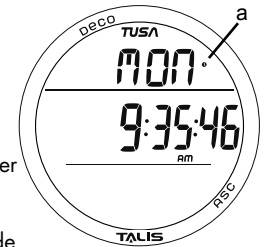

Abb. 7A - STANDARDZEIT
Hauptzeit ist die aktuelle Zeit an Ihrem Heimatort und wird in der Regel als Uhr-Standardzeit (Abb. 7A) gewählt.
**UHR-STANDARDZEIT**, Informationen beinhalten (Abb. 7A - 7D):
- > Symbol für Täglicher Alarm (Uhr), falls aktiviert (Abb. 7a).